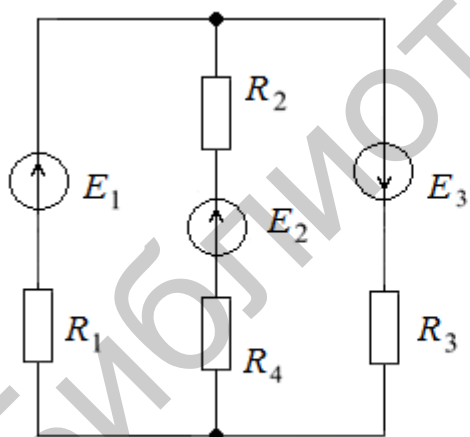

Рис. 128
61. Методом эквивалентного генератора определить ток в резисторе R_2 электрической цепи (рис. 128), если $E_1 = 40$ В; $E_2 = 5$ В; $E_3 = 25$ В; $R_1 = 5$ Ом; $R_2 = R_4 = 5$ Ом; $R_3 = 10$ Ом.